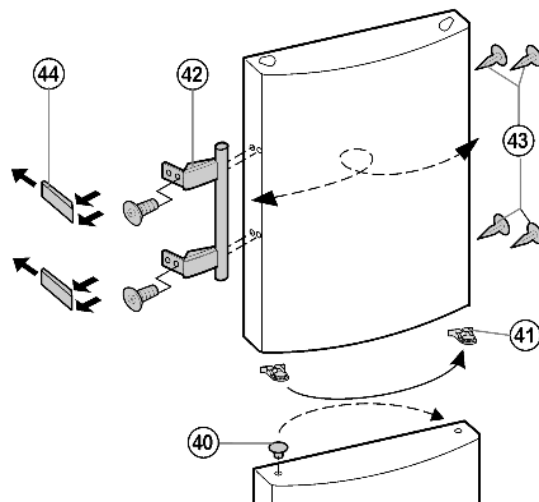

Fig. 9
- ▶ Faire décliqueter le crapaud élastique Fig. 9 (41) hors de la porte supérieure et le placer du nouveau côté de la charnière.
- ▶ Enlever le bouchon Fig. 9 (40) du coussinet inférieur de la porte et le mettre de l'autre côté.
- ▶ Démontez les poignées de porte Fig. 9 (42), le bouchon Fig. 9 (43) et les plaques d'appui Fig. 9 (44) puis les repositionner sur le côté opposé.